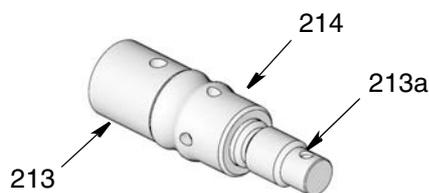
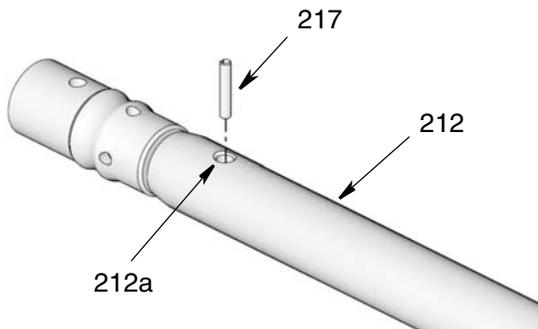

Рис. 36
Рис. 37
5. Вдвиньте вместе поршневой шток (213) и уплотнение поршня (214) (Рис. 36).
6. Вкрутите поршневой шток (213) в конец выталкивающего штока (212). Надежно затяните усилием руки две детали вместе при совмещении отверстия (213a) (Рис. 36) с отверстием (212a) (Рис. 37).
7. Вставьте штифт (217) сквозь совмещенные отверстия [(213a (Рис. 36) и 212a (Рис. 37)]. При необходимости, поддержите штоки (212 и 213), чтобы не допустить изгиба штоков. Используйте остроконечный инструмент и молоток для посадки штифта внутри штоков.